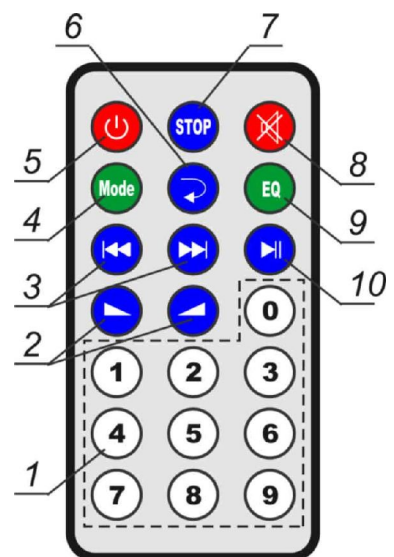

Рисунок 3
7.3 Розміщення органів управління на інфрачервоному пульті дистанційного керування наведено на рис. 3